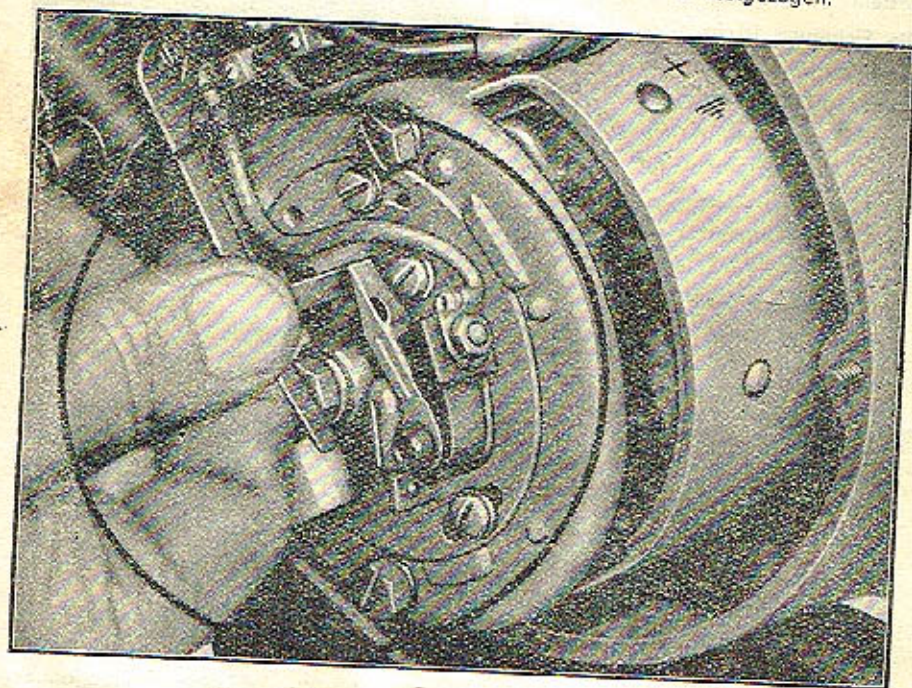

Abb. 27. Messen des Unterbrecher-Kontaktabstandes
- Bei dieser Kolbenstellung wird der Abstand zwischen den Unterbrecherkontakten durch die Stellschraube eingestellt. Der Abstand wird mit der im Werkzeugsatz mitgelieferten Lehre gemessen (Abb. 27). Das dünnere Blech der Lehre soll gerade noch zwischen den Kontakten durchgezogen werden können, dass stärkere Blech jedoch nicht durchgehen.